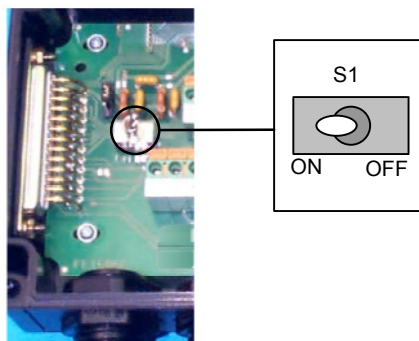

Abbildung 6 - Ein-/Aus-Positionen des Betriebsspannungsschalters
Schalten Sie die Spannungsversorgung der C-BOX 100 am Schalter ein (wie in Abbildung 6 gezeigt). Wenn die Versorgung anliegt, leuchtet die grüne LED, bei einer Verpolung leuchtet die rote LED.
Der Betriebsspannungsschalter (s. Abbildung 6) schaltet die Betriebsspannung von C-BOX 100 und angeschlossenem Lesegerät.
- 2) Kontrollieren Sie, dass die C-BOX 100 abgeschaltet ist (Betriebsspannungsschalter in der Stellung OFF, siehe Abbildung 6).